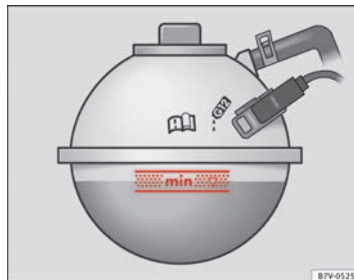

Fig. 115 Dans le compartiment moteur : repère sur le vase d'expansion du liquide de refroidissement.
- Avec le moteur froid, vérifiez le niveau du liquide de refroidissement à l'aide du repère latéral du vase d'expansion ⇒ **fig. 115**.
- Le niveau de liquide de refroidissement doit se trouver dans les limites repérées sur le vase d'expansion ⇒ **fig. 115**. **Ne dépassez pas le bord supérieur de la zone indiquée** ⇒ .
- Ajoutez du liquide de refroidissement seulement jusqu'au bord supérieur de la zone indiquée → fig. 115. Sinon, en cas de réchauffement, le surplus de liquide de refroidissement sera refoulé hors du circuit de refroidissement et provoquera des dommages.